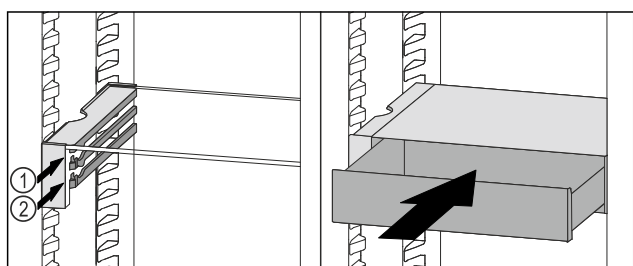

Fig. 138
- ▶ Placer le tiroir VarioSafe derrière les butées sur la nervure désirée Fig. 138 (1) ou Fig. 138 (2).